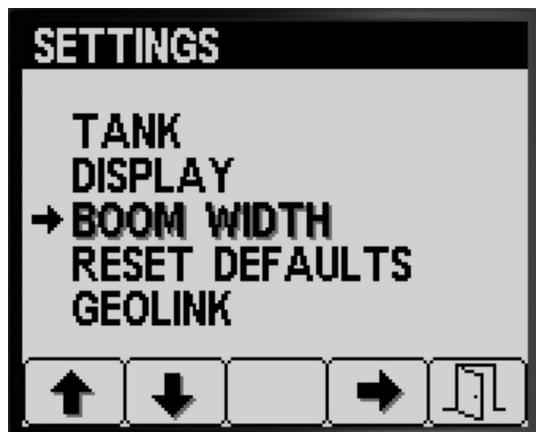

Bild 32
1. Drücken Sie Taste 2 auf dem Bildschirm „Einstellungen“, bis Sie die Option BOOM WIDTH erreichen (Bild 32).
2. Drücken Sie Taste 4, um den Eintrag BOOM WIDTH auszuwählen (Bild 32).